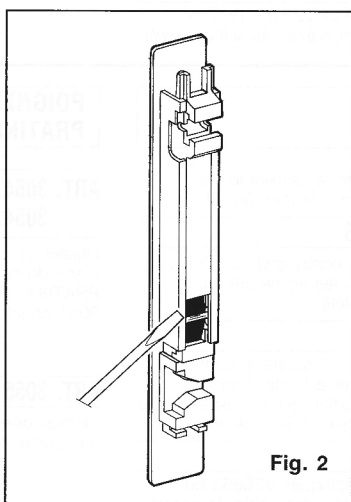

Fig. 2
- Estrarre dalla maniglia la molla in acciaio inox per il funzionamento manuale, oppure il posizionatore in acciaio inox (fig. 2) per quello automatico.
- Take the stainless steel spring out of the handle for the manual working, or inox positioner (Fig. 2) for the automatic operation.
- Oter de la poignée le ressort en acier inox pour le fonctionnement manuel ou bien le positionneur en inox (fig. 2) pour le fonctionnement automatique.
- Extraer el muelle de acero inoxidable del tirador para el funcionamiento manual, o el posicionador en acero inoxidable (fig. 2) para el automático.